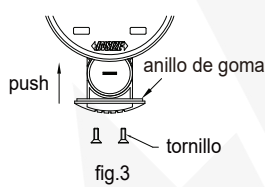

fig.3
---Cierre la tapa del compartimento de la batería y atornille los tornillos de fijación (fig. 3). No retire el anillo de goma, ya que podría afectar a la protección impermeable del producto.